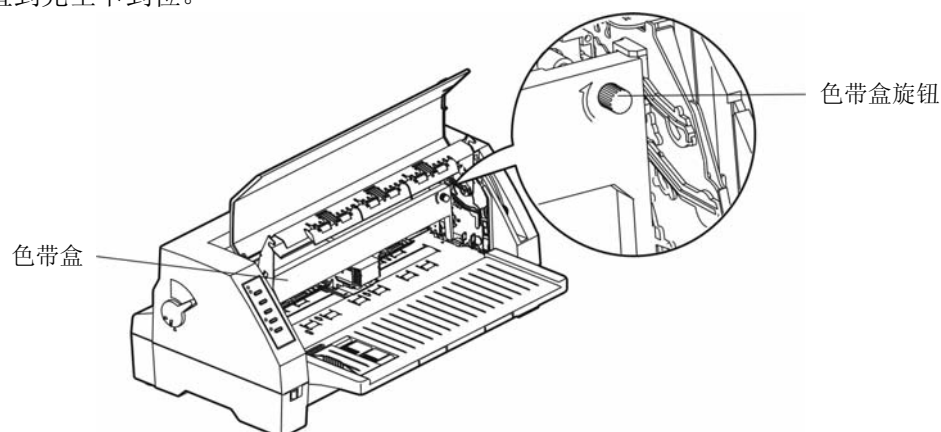

图 2-8 安装色带
7. 如图 2-8 所示，抓住色带盒的两边，使色带盒两边的卡扣对准打印机两侧的安装槽，稍用力向前推进，直到完全卡到位。